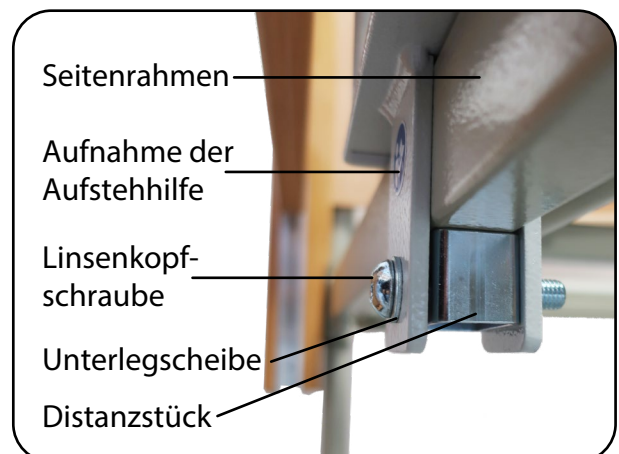

Abb. 6.1.02 – Aufstehhilfe auf Liegeflächenprofil positioniert
4. Sichern Sie die Position mit der Linsenkopfschraube und Unterlegscheibe. Achten Sie darauf, dass der Schraubenkopf außen liegt (Abb. 6.1.02).